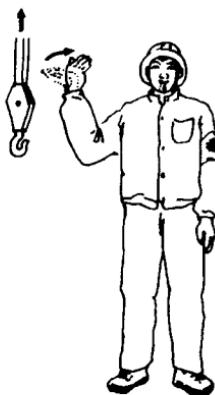

图 2-7 吊钩微微上升
7) “吊钩微微上升” 小臂伸向侧前上方，手心朝上高于肩部，以腕部为轴，重复向上摆动手掌，如图 2-7 所示。